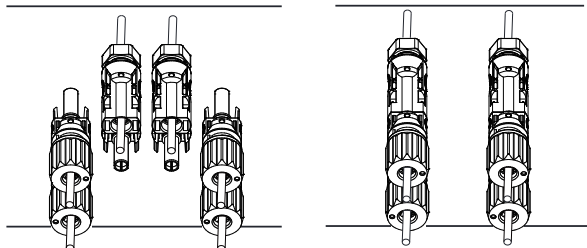

Figura 5.6 Conexão de Entrada DC
d) Para concluir o procedimento, conecte o conector CC nas entradas positiva e negativa do Inversor, conforme ilustrado na figura 5.6.